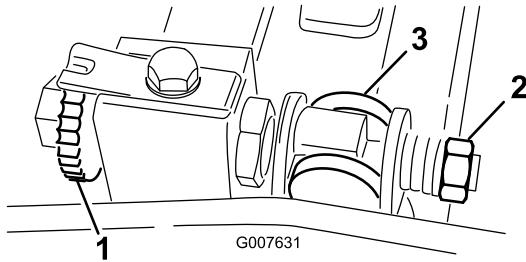

Bild 55
1. Drehen Sie die Einstellschraube des Untermesserträgers nach links, um den Abstand zwischen Untermesser und Spindel zu vergrößern (Bild 55).
- 2. Drehen Sie die Federspannungsmutter so weit hinaus, bis die Scheibe nicht mehr gegen den Untermesserträger angespannt ist (Bild 55).